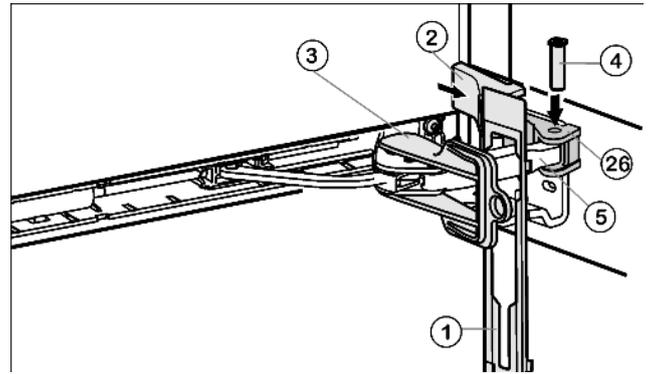

Fig. 15
- ▶ Blende Fig. 15 (1) auf den Dämpferbügel einhängen, so dass die Rasthaken nach vorne zeigen und die Vorderseite zum Gerät.
- ▶ Dämpferbügel Fig. 15 (5) zum Lagerteil Fig. 15 (26) hinziehen und Bolzen Fig. 15 (4) von oben wieder einstecken, so dass der Vierkant in der Vertiefung sitzt.
- ▶ Abdeckung Fig. 15 (2) aufsetzen und einrasten.
- ▶ Sicherung Fig. 15 (3) durch Verdrehen abnehmen.
- ▶ Blende Fig. 15 (1) an der Tür einschieben und aufrasten.